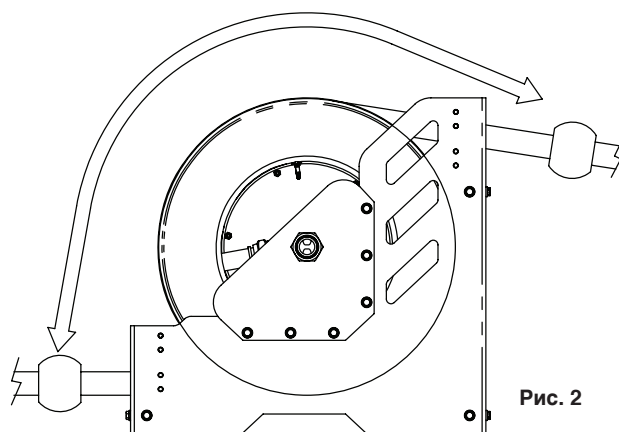

Рис. 2
4. Ориентировать шланг (нет необходимости разбирать фиксатор шланга) в направлении нового положения выхода шланга. Для этого необходимо крепко ухватиться за шланг, разблокировать катушку и поворачивать ее до тех пор, пока шланг не достигнет своего нового положения (рис. 2). Затем снова зафиксировать катушку в ближайшем положении.